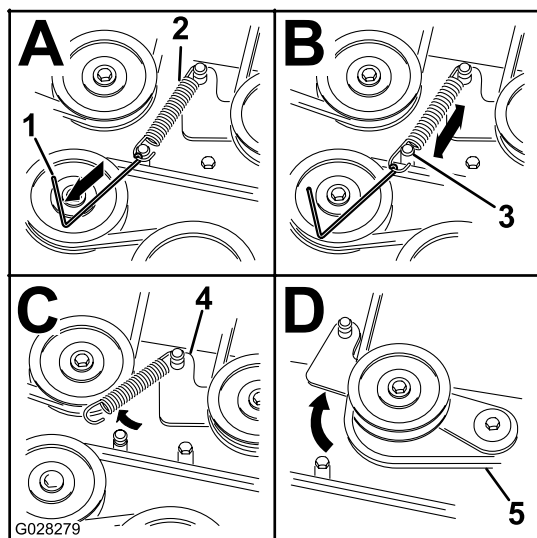

Bild 62
8. Lassen Sie die Federspannung an der gefederten Spannscheibe ab. Siehe Bild 62.
Hinweis: Verwenden Sie das Werkzeug zur Federentfernung (Toro-Bestellnummer 92-5771), um die Feder aus der Mähwerkstrebe zu entfernen (Bild 62).